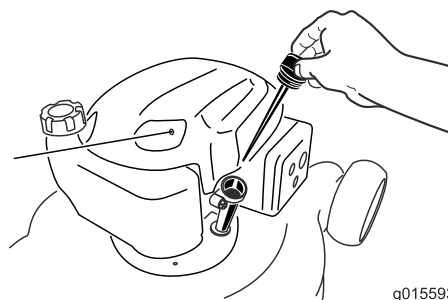

Figura 28
6. Rimuovete l'asta di livello dal tubo di riempimento dell'olio (Figura 28).